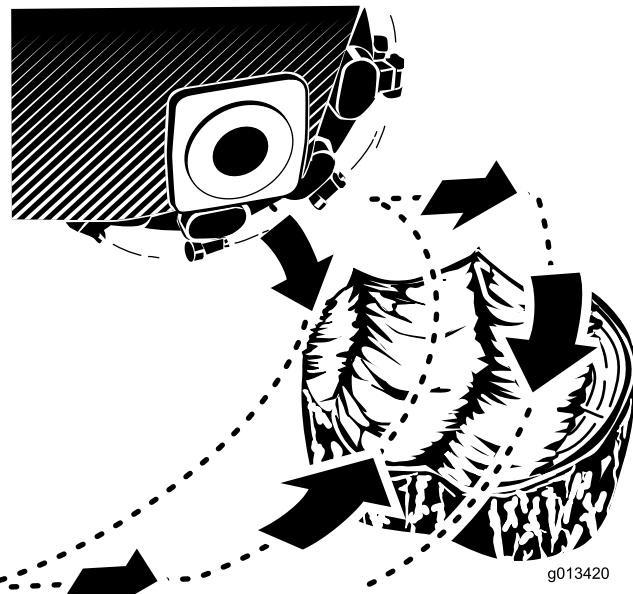

Figure 17
2. Utilisez le levier de commande et la commande de déplacement pour positionner la rogneuse d'un côté à l'avant de la souche, à peu près à 2,5 cm sous de la surface (Figure 17).
4. Utilisez le levier de commande pour passer la rogneuse lentement sur la souche, et enlever une largeur de copeaux (Figure 17).
5. Avancez la machine de quelques centimètres et répétez l'opération 4 (Figure 17).
6. Répétez les opérations 4 à 5 jusqu'à ce que la face entière de la souche soit rognée (Figure 17).